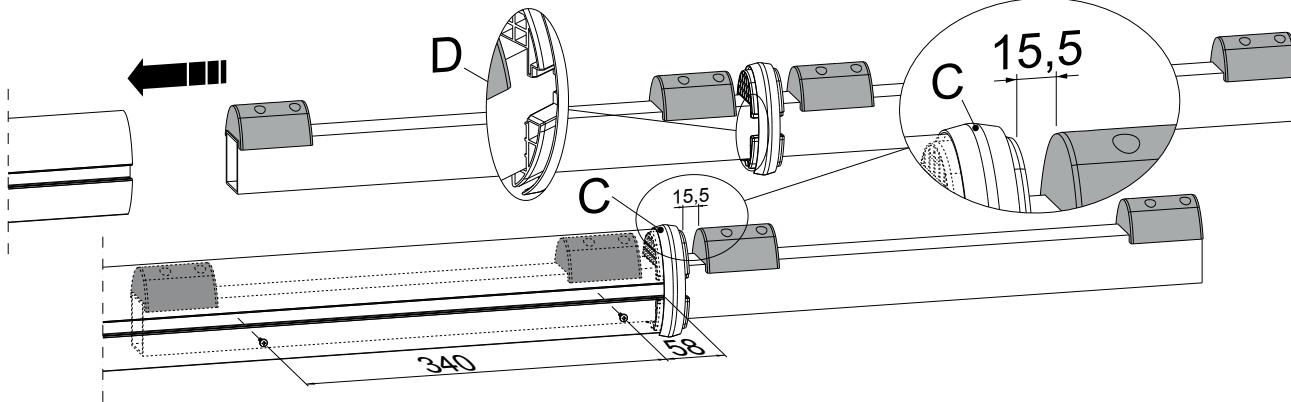

fig. 3
- 3_ Inserire il giunto nello spezzone appena montato, lato tappo (fig. B) prestando attenzione al verso di inserimento (vedi dett. D fig. 3). Inserire bene l'estremità dell'asta nel corpo di giunzione (C fig. 3), aiutandosi con un martello in plastica;
- 4_ mantenendo il corpo di giunzione (C fig. 3) ad una distanza di 15,5 mm dal tamponcino, fissare l'asta al giunto con le viti autoparforanti fornite, alle quote mostrate in fig. 3 (da ambo i lati dell'asta);
- 3_ Insérer le joint dans le tronçon à peine monté, côté bouchon (fig. B) en respectant le sens de l'introduction (voir détails D fig. 3). Introduire correctement l'extrémité de la tige dans le corps du raccord (C fig. 3) en utilisant un marteau en caoutchouc;
- 4_ en maintenant le corps du raccord (C fig. 3) à une distance de 15,5 mm du tampon, fixer la tige au raccord avec les vis taraudeuses fournies, aux cotes indiquées sur la fig. 3 (des deux côtés de la tige);
- 3_ Introduzca el acoplamiento en la sección apenas montada, lado tapón (fig. B) poniendo atención en la dirección de introducción (véase detalle D fig. 3). Introduzca bien el extremo de la tira en el cuerpo de acoplamiento (C fig. 3), ayudándose con un martillo de plástico;
- 4_ Manteniendo el acoplamiento de unión (C fig. 3) a una distancia de 15,5 mm del tapón, fije la tira al acoplamiento con los tornillos autoperforantes suministrados, mostrados en la fig. 3 (de ambos lados de la tira);
- 3_ Setzen Sie die Verbindung in das soeben montierte Teilstück, Seite Abdeckung (Abb. B), und achten Sie dabei auf die richtige Einsetzrichtung (siehe Detail D, Abb. 3). Setzen Sie das Ende der Stange gut in den Verbindungskörper (C, Abb. 3) ein und verwenden Sie dazu einen Kunststoffhammer.
- 4_ Halten Sie den Verbindungskörper (C, Abb. 3) in einem Abstand von 15,5 mm vom Puffer und befestigen Sie die Stange mit den mitgelieferten selbstschneidenden Schrauben an der Verbindung; beachten Sie dabei die Quoten, die auf Abb. 3 angegeben werden (auf beiden Seiten der Stange).
- 3_ Inserir a junta na parte que se acabou de desmontar, lado tampa (fig. B) prestando atenção ao sentido de introdução (ver det. D fig. 3). Inserir bem a extremidade da haste no corpo de junção (C fig. 3), com auxílio de um martelo de plástico;
- 4_ mantendo o corpo de junção (C fig. 3) a uma distância de 15,5 mm do tampão, fixar a haste à junta com os parafusos auto-perfurantes fornecidos, nas posições ilustradas na fig. 3 (de ambos os lados da haste);